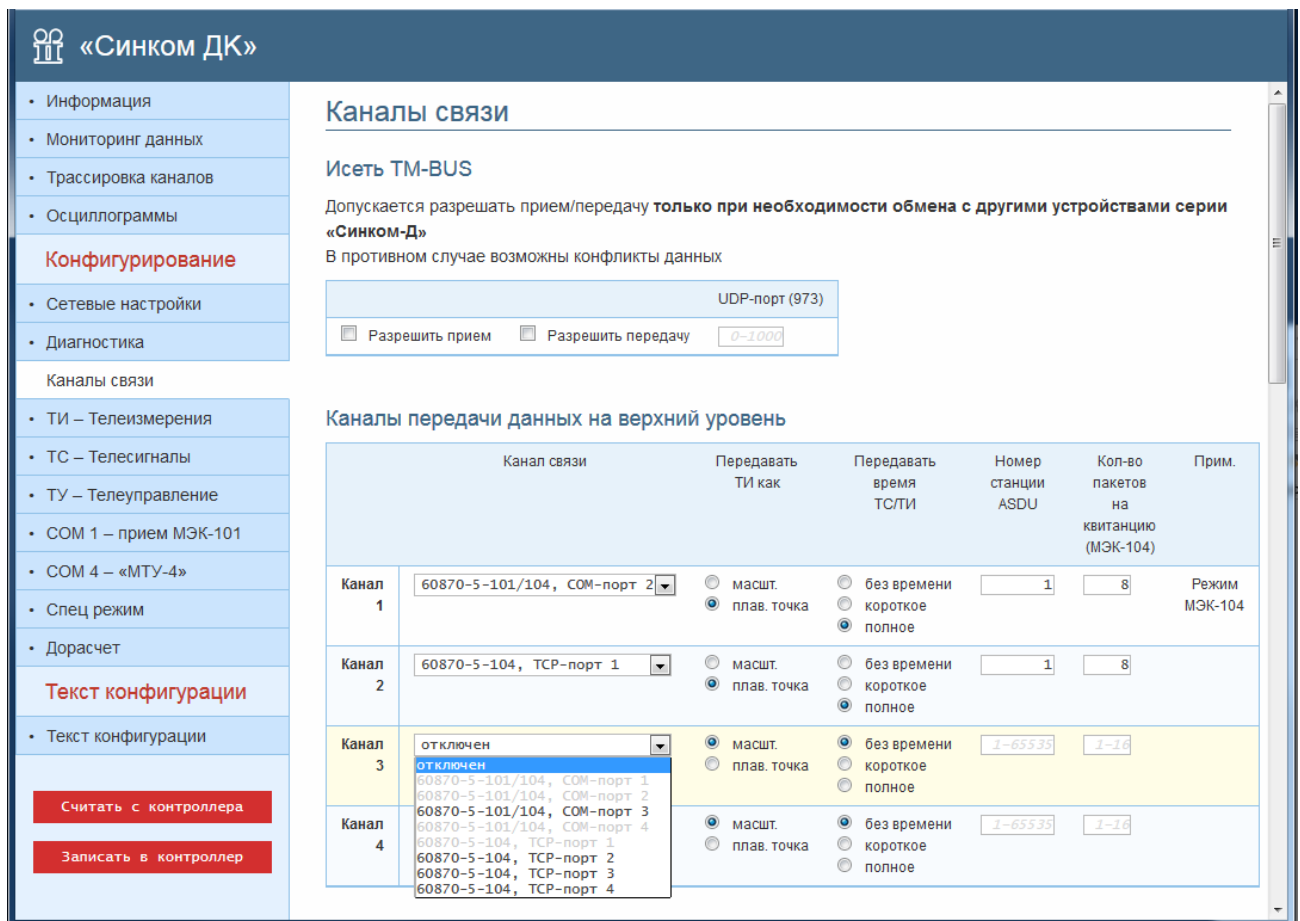

Рис. 1.4 Каналы связи (шина TM-BUS, передача на ВУ)
- разрешить передачу (см. Рис. 1.4).
Контроллер позволяет организовать до четырех независимых каналов передачи на верхний уровень в протоколе МЭК 60870-5-104 через сетевой порт Ethernet или в протоколе МЭК 60870-5-101 через асинхронные порты контроллера, а для контроллера «Синком-ДКП» также в протоколе МЭК 60870-5-104 через GPRS-модем, подключенный к порту COM2 (для версии контроллера, изготовленного до июля 2016г. - к порту COM1), смотри Рис. 1.4.